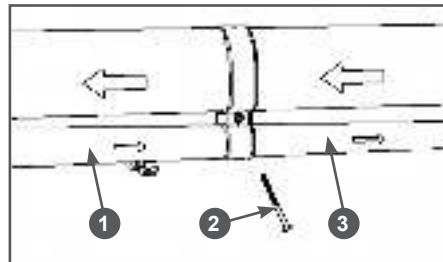

Рис. 4 Установка нижней трубы
- Установите нижнюю трубу 3 в верхнюю трубу 1 и закрепите ее с помощью винта 2 (Рис. 4).